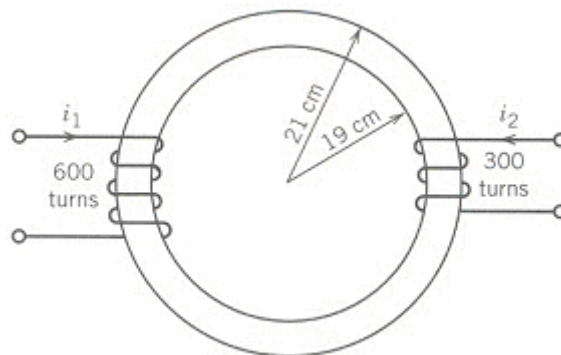

Figura 5 – Circuito magnético para o exercício 4.
4) Duas bobinas estão enroladas em um núcleo toroidal como mostrado na Figura 5. O núcleo é feito de chapas de aço silício (silicon sheet steel) e tem seção transversal quadrada. As correntes nas bobinas são $i_1 = 0,28\text{A}$ e $i_2 = 0,56\text{A}$. Calcule: